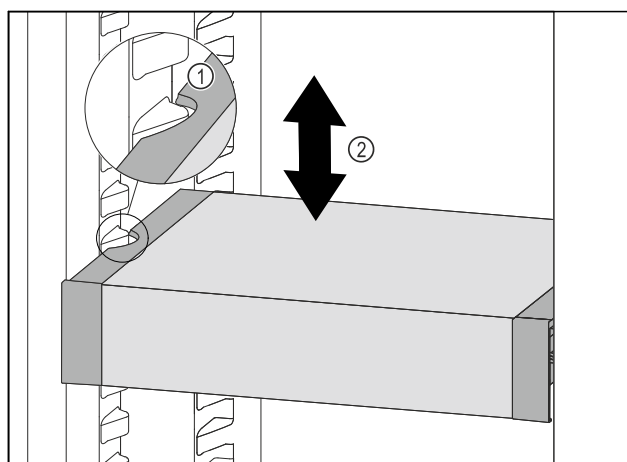

Fig. 232
- VarioSafe nach vorne ziehen, bis sich die seitlichen Aussparungen des VarioSafes auf Höhe der Behälterrippe im Kühlteil befinden. Fig. 232 (1)
- VarioSafe im Kühlteil nach oben oder unten bewegen, bis gewünschte Höhe erreicht ist. Fig. 232 (2)